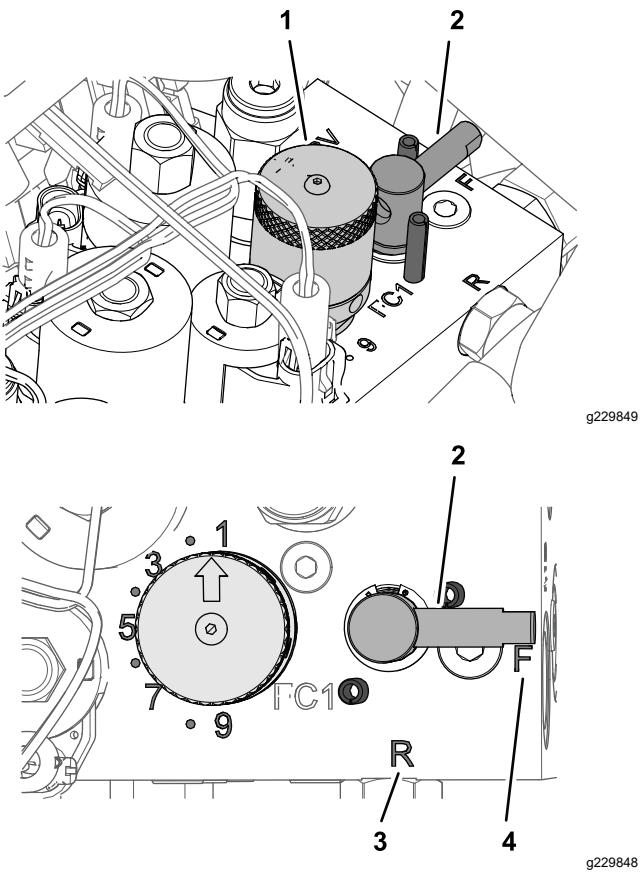

Рисунок 55
- Поверните рычаг заточки обратным вращением в положение R (Рисунок 55).
5. Поверните ручку регулятора частоты вращения барабана на настройку 1 (Рисунок 55).